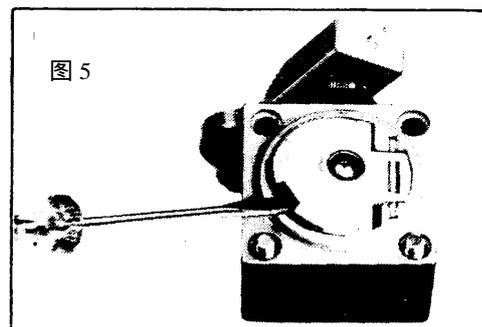

图 5
2. 在开关头底部,将螺丝刀插入到所提供的插槽(图 5)里,提起打开铰链盖。